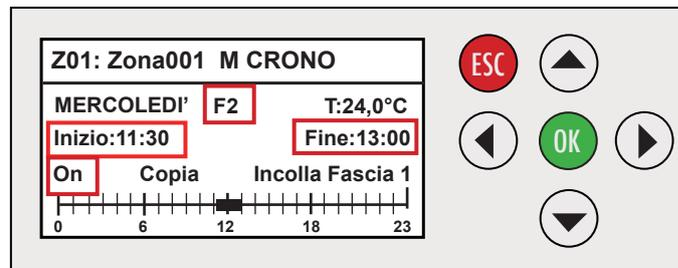

Fig. 161
- 2.2 Spostarsi con il tasto freccia ◀ posizionandosi su F1. Con il tasto freccia ▼ selezionare F2. (Fig. 161)
- 2.2 Spostarsi con il tasto freccia ► su "On" e premere il tasto OK per confermare l'attivazione della fascia oraria F2. (Fig. 161)
- 2.4 Con il tasto freccia ► spostarsi su "Inizio:08:30", con il tasto freccia ▲ impostare l'ora di inizio (11:30). (Fig. 161)
- 2.5 Con il tasto freccia ► spostarsi su "Fine:11:45", con il tasto freccia ▲ impostare l'ora di fine (13:00). (Fig. 161)